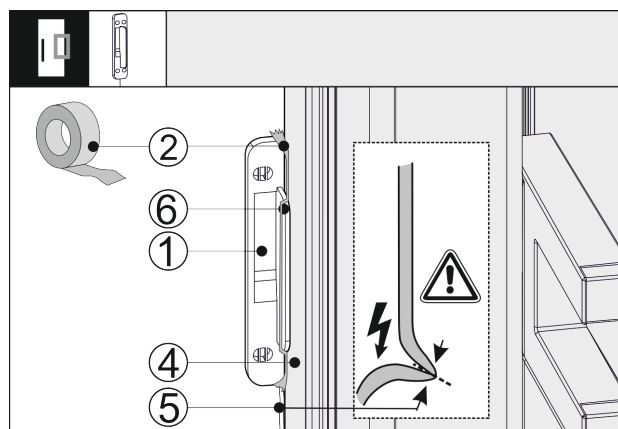

Fig. 42
- Czujnik pukania Fig. 42 (1) osadzić z boku na drzwiach urządzenia tak Fig. 42 (4), aby ogranicznik przylegał Fig. 42 (6) do drzwi urządzenia Fig. 42 (4). Kabel czujnika jest Fig. 42 (5) naprężony i również przylega do drzwi urządzenia Fig. 42 (4).
- Czujnik pukania Fig. 42 (1) zamocować przy pomocy taśmy klejącej Fig. 42 (2). Czujnik pukania jest później przykręć z frontem meblowym.